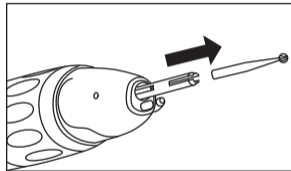

Fig. 7
2) Extraiga la fresa (Fig. 7).